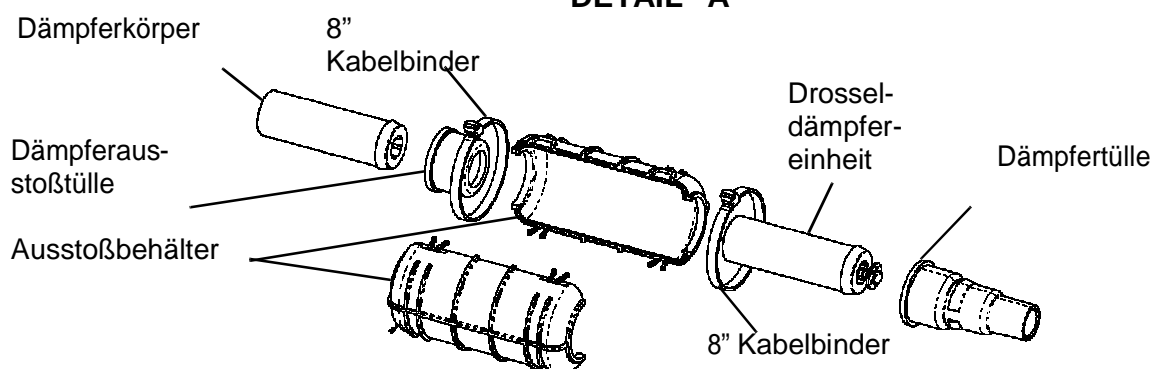

BILD 6.5 Dämpfereinheit ersetzen
BEMERKUNG: Siehe hierzu BILD 6.4 auf Seite 27 und BILD 6.5 auf Seite 28.
8. Nehmen Sie die Dämpfereinheit auseinander (Detail "A" BILD 6.5).